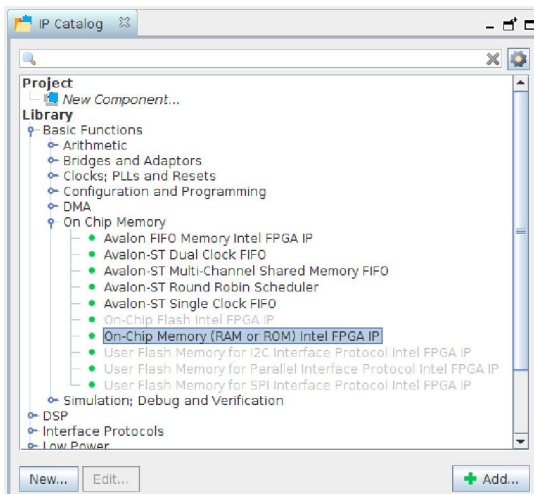

Рисунок 9. Додавання пам'яті.
5. Додайте пам'ять. Для цього оберіть **IP Catalog** → **Library** → **Basic Functions** → **On Chip Memory** → **On-Chip Memory (RAM or ROM) Intel FPGA IP** (див. рис. 9).